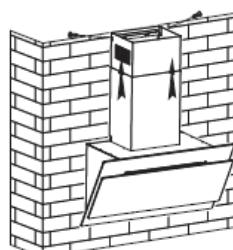

Abb. 6
8. Höhe des Innenkamins anhand der Position der Innenkaminkonsole einstellen und dann mit Schrauben fixieren. Siehe Abbildung 6.